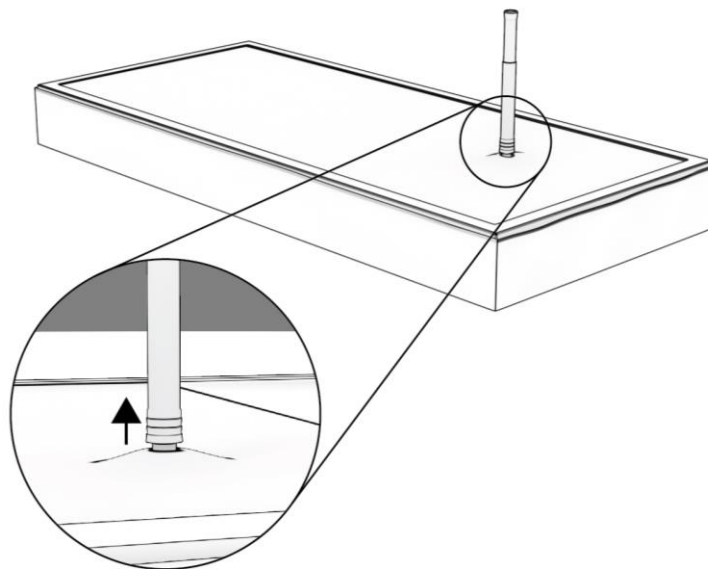

Abbildung 9: Die letzte Luft mit der Entlüftungspumpe aus der Matratze pumpen..
Schritt 11. Um die letzte Luft aus der Wassermatratze zu entfernen, schließen Sie die Entlüftungspumpe an die Einfüllöffnung an. Ziehen Sie die Verschlusskappe und die Pumpe etwas hoch, wie in Abbildung 9 dargestellt, und pumpen Sie die Luft aus der Matratze. Während des Pumpens sollte eine zweite Person die Wassermatratze weiter in Richtung Pumpe reiben, um die Luft zur Einfüllöffnung zu leiten.